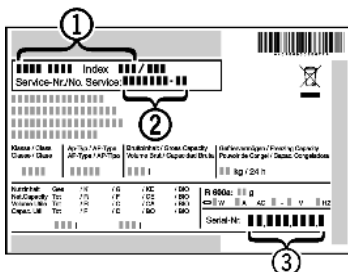

Fig. 14
► Z typového štítku odčítajte označenie zariadenia Fig. 14 (1), servisné č. Fig. 14 (2) a sériové č. Fig. 14 (3). Typový štítek je na ľavej vnútornej strane zariadenia.
► Upovedomte zákaznícky servis a oznámte chybu, označenie zariadenia Fig. 14 (1), servisné č. Fig. 14 (2) a sériové č. Fig. 14 (3).